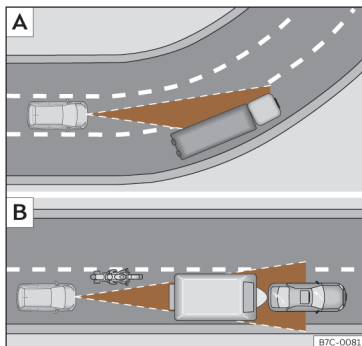

Fig. 174 A) Veículo numa curva. B) Motociclo que circula à frente, fora do raio de alcance do sensor de radar.
O ACC poderia não detetar em curva o veículo precedente ou poderia regular a distância com veículos que se encontram noutras faixas »» Fig. 174 A).
- Veículos que circulem desalinhados ou fora da zona de deteção do sensor, por exemplo, motociclos »» Fig. 174 B).